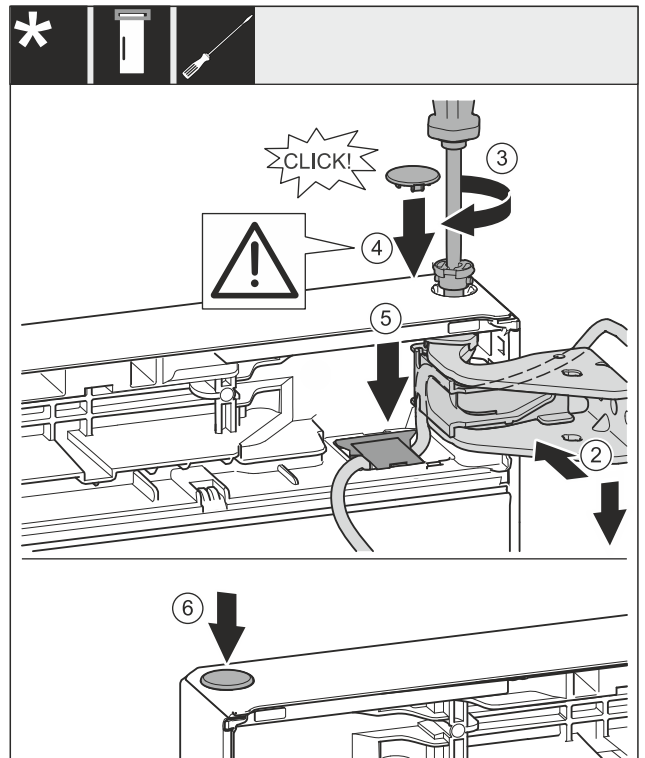

Fig. 31
- ▶ Niveloni derën lart në bazamentin mbështetës për hapjen e saj. Fig. 31 (2)
- ▶ Futni bulonat dhe mbërthejini me një kaçavidë T15. Fig. 31 (3)
- ▶ Montoni kapakun mbulues të siguresës për sigurimin e derës: Futni kapakun mbulues të siguresës dhe kontrolloni nëse ai puthitet mbi derë. Nëse jo, futeni bulonin plotësisht. Fig. 31 (4)
- ▶ Vendosni në vend kapakun mbulues dhe shtyjini për poshtë derisa të mbërthehet në vend. Fig. 31 (5)
- ▶ Vendosni tapat në vend. Fig. 31 (6)